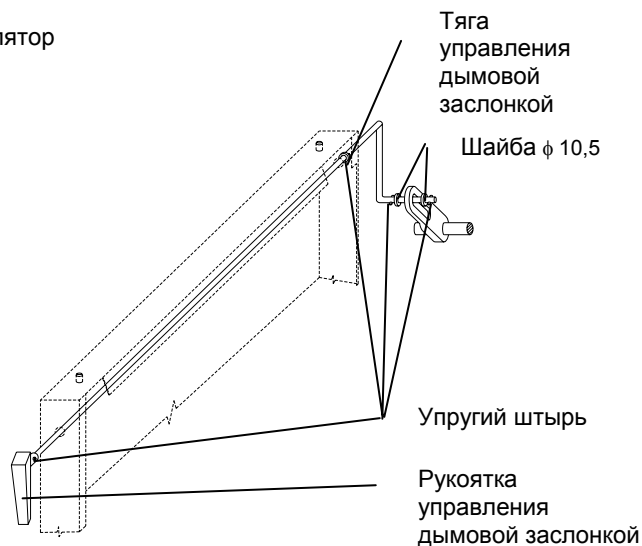

Рис. 12 Управление дымовой заслонкой
6. В соответствии с рис. 12 смонтировать управление дымовой заслонкой.